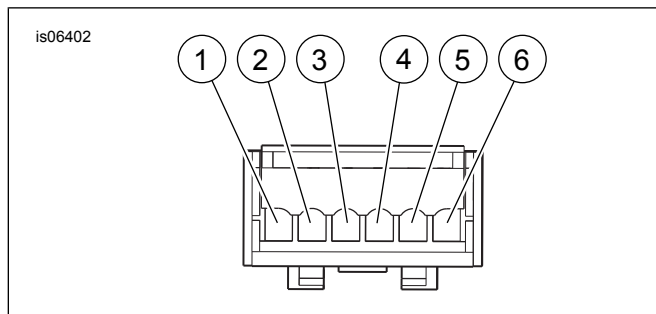

Figura 2. Connettore maschio AMP a sei vie 73106-96BK (vista dal lato dei fili): indicazione delle cavità
4. Procurarsi dal kit il connettore maschio AMP a sei vie (12). Vedere Figura 2. Seguire le istruzioni contenute nel manuale di manutenzione per inserire i fili e i terminali maschio del cablaggio dell'adattatore nelle cavità corrette del connettore femmina: Indicazione delle cavità del connettore maschio Amp a sei vie
- a. Cavità 1 marrone (BN)
- c. Cavità 3 viola (V)
- d. Cavità 4 nera (BK)
- e. Cavità 5 gialla (Y)